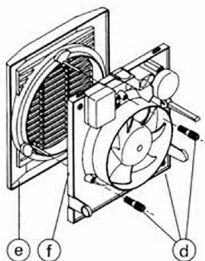

fig. 4
- Fig. 4.- Sur la face interne de la grille extérieure (e), tirer vers soi les plots en caoutchouc (g), montés sur les vis (h), et les orienter vers l'intérieur de la grille.